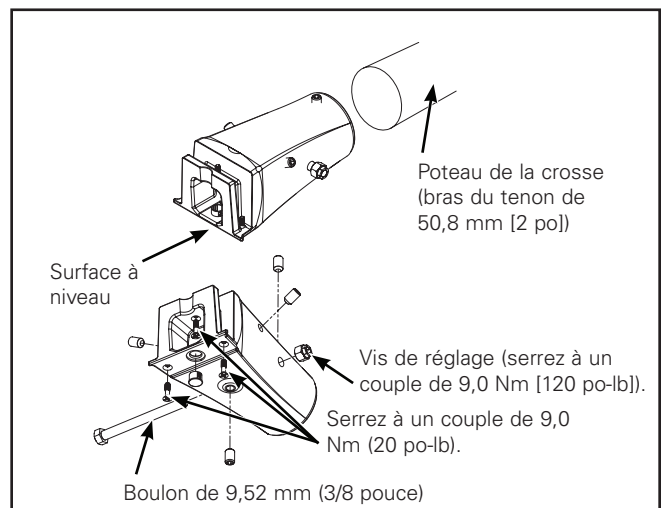
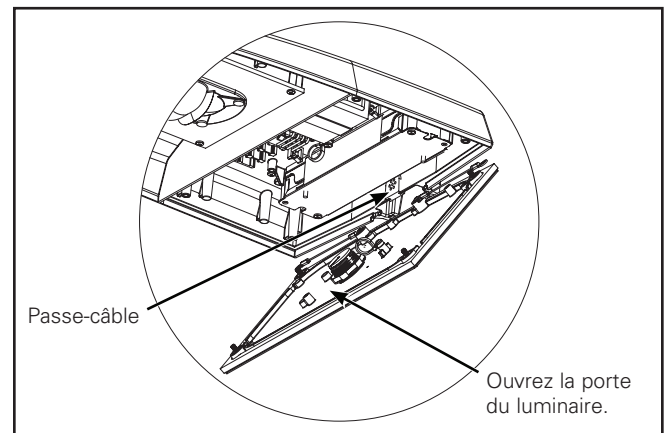

Figure 7.
Figure 8.
### Montage de la crosse (Figure 7. et Figure 8.)
2. Fixez l'adaptateur pour crosse à la crosse à l'aide des (4) vis de réglage de 3/8-16 x 3/8 po. Mettez l'adaptateur de la crosse à niveau pendant que vous serrez les vis de réglage. Serrez à un couple de 9,0 Nm (120 po-lb).
4. Ouvrez la porte du luminaire en desserrant les (4) vis hexagonales (ou vis à ailettes si fournies) de la porte. (Figure 8.)
5. Retirez le passe-câble qui se trouve à l'arrière du luminaire. (Figure 8.)
6. Pliez les fils du luminaire et les fils de l'adaptateur de la crosse afin qu'ils n'obstruent rien et glissez le luminaire sur l'adaptateur de la crosse. Serrez les trois vis hexagonales à 2,3 Nm (20 po-lb) et installez la prise de plastique par-dessus la vis du centre. (Figure 7.)